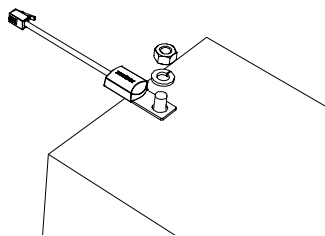

Figura 2-13 Fissaggio del BTS ad un terminale della batteria
3. Collegare il terminale ad anello sul BTS direttamente al terminale negativo della batteria (raccomandato) oppure utilizzare l'adesivo posto sul retro del sensore per fissarlo su qualsiasi lato della batteria da monitorare. Vedere Figura 2-13.